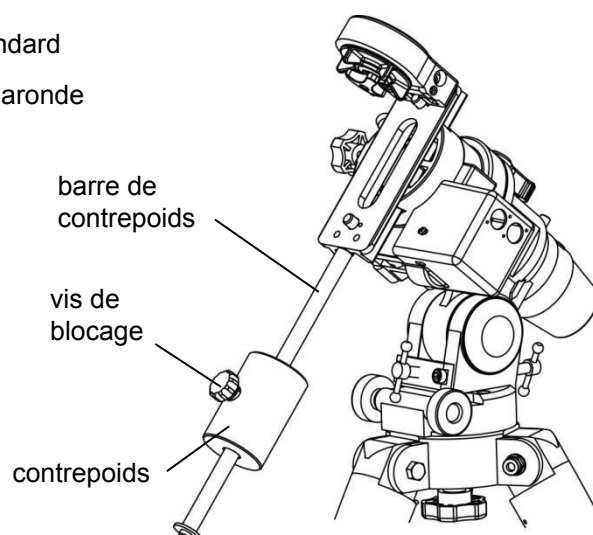

Fig. 12
- 1.7.4. Vissez la barre de contreponds dans la platine puis insérez le contreponds dans la barre (fig. 12).